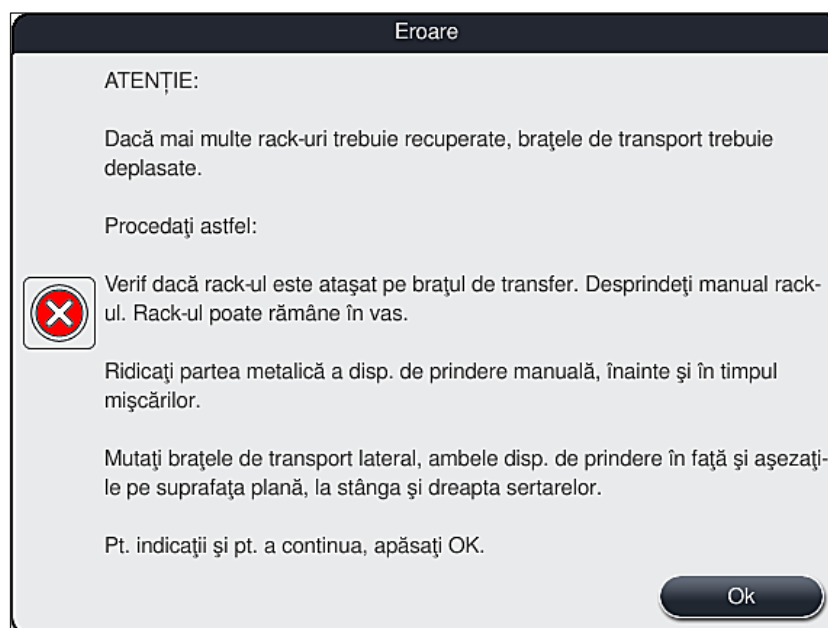

Fig. 111
3. După apăsarea butonului **OK** (→ "Fig. 110") se afișează un alt mesaj (→ "Fig. 111") care îi oferă utilizatorului instrucțiuni cu privire la procedura corectă de înlăturare a stativelor respective.